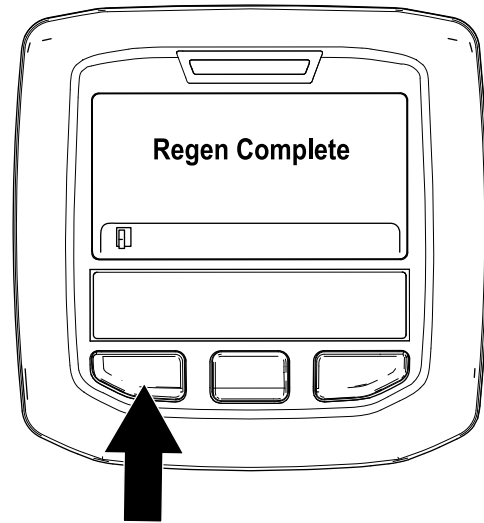

Bild 51
- Die geparkte Regenerierung ist abgeschlossen, wenn die Meldung „Regen Complete“ im InfoCenter angezeigt wird. Drücken Sie die linke Taste, um den Homebildschirm anzuzeigen (Bild 51).